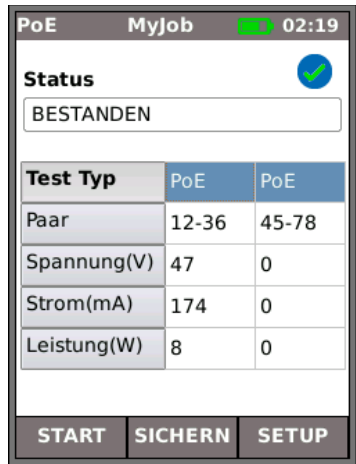

Abb. 41
Ist das Display-Handgerät mit einem Port verbunden, stellt es automatisch die PoE-Spannung fest (sofern vorhanden). Außerdem wird bei Durchführung eines PoE-Tests eine ohmsche Last angelegt und die am angeschlossenen Port verfügbare Leistung gemessen. Das SignalTEK NT identifiziert die stromführenden Paare und zeigt Spannung(V), Strom(mA) und Leistung(W) an. Der Ergebnisbildschirm des PoE-Tests (Abb. 41) zeigt, dass Paare eins und zwei sowie drei und sechs 11 Watt führen. Der getestete Port kann Geräte versorgen, die bis zu 11 Watt benötigen.